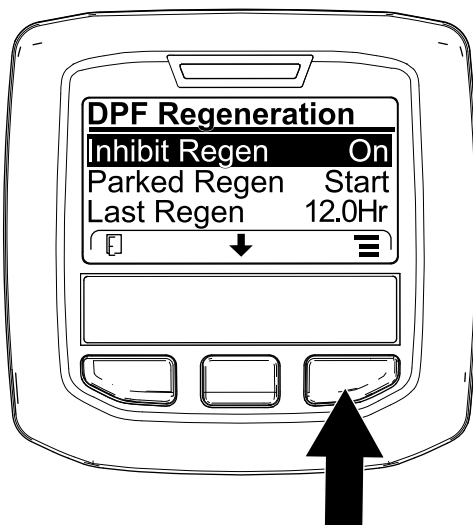
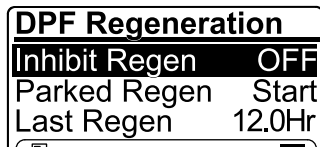

Figura 47
Figura 48
1. Acceda al menú DPF Regeneration (Regeneración de DPF), pulse el botón central para desplazarse hacia abajo, hasta la opción INHIBIT REGEN (Inhibir regeneración) y pulse el botón derecho para seleccionar la opción Inhibit Regen (Figura 47).
2. Pulse el botón derecho para cambiar el ajuste de inhibición de regeneración de Activado a Desactivado (Figura 47) o viceversa (Figura 48).